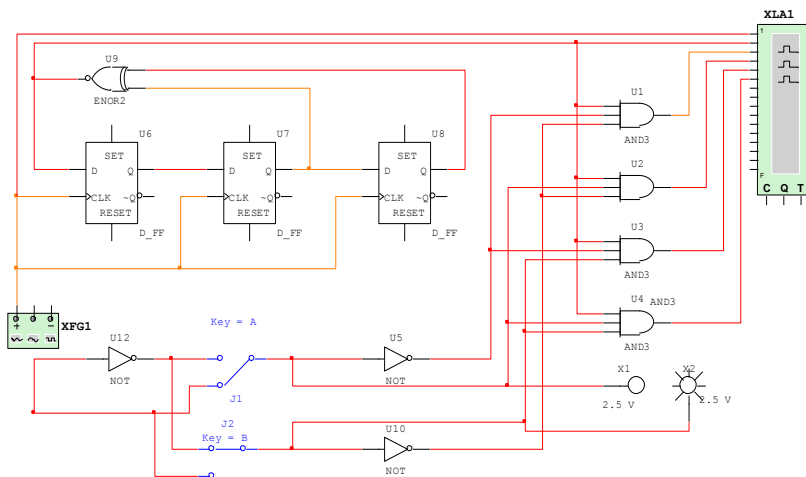

Рис. 63. Схема исследования демультиплексора (1→4)
1. Нарисовать схему исследования демultipлексора (1→4) (рис. 63).